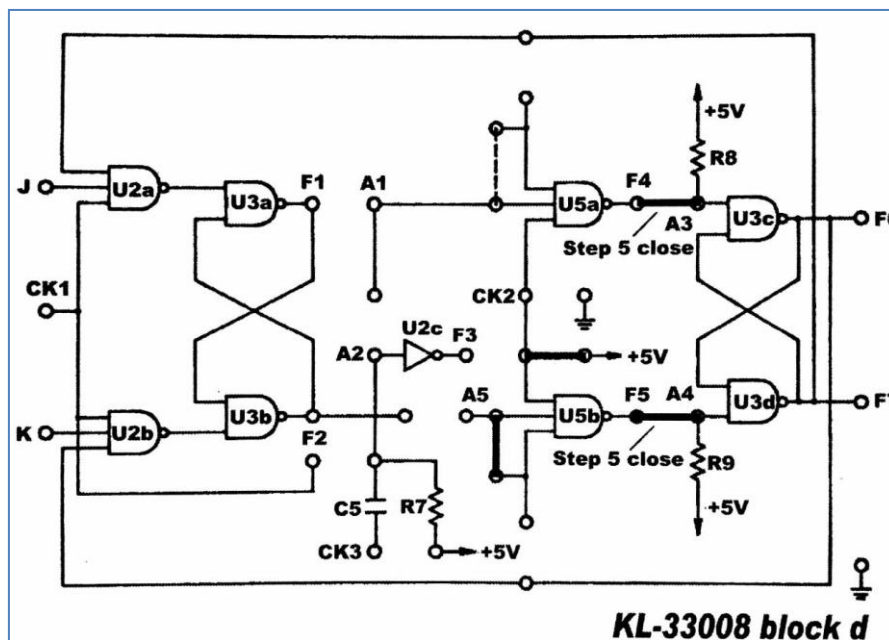

Figure 4.5a: Réalisation d'une Bascule RS asynchrone à l'aide du **Block d**.
b. Utiliser le module KL 33008 pour réaliser le circuit en question, compléter les connexions en utilisant le **block d**. Ensuite Insérer des cavaliers et des fils conformément à la figure 4.5a.
- a. Utiliser le module KL 33008 (**Block d**) pour réaliser le circuit en question, compléter les même connexions conformément à la figure (Figure 4.5a) et enlever le cavalier entre CK2 et +5V.